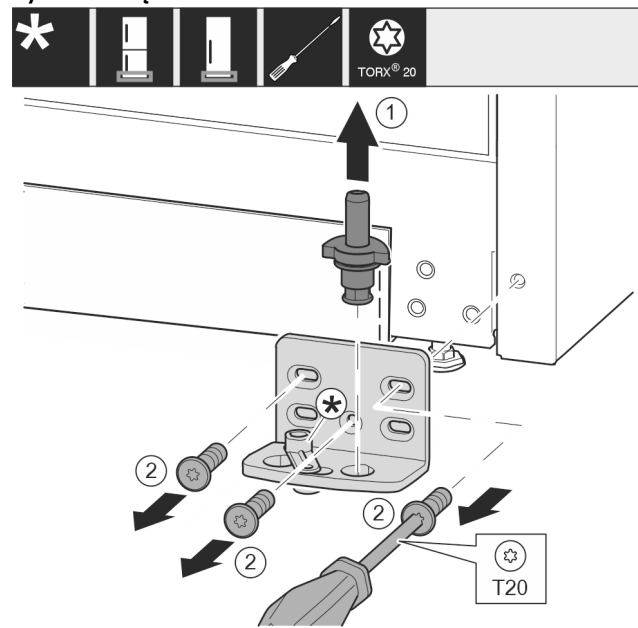

Fig. 11
- ▶ Kompletną płytkę zawiasu wyjąć w górę. Fig. 11 (1)
- ▶ Śruby wykręcić przy pomocy śrubokręta T20 i zdjąć płytkę zawiasu. Fig. 11 (2)